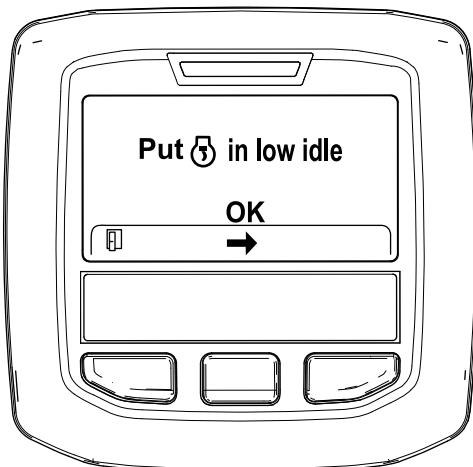

Bild 35
6. Stellen Sie die Gasbedienung in die NIEDRIGE LEERLAUF-Stellung und drücken Sie die mittlere Taste (Bild 35).